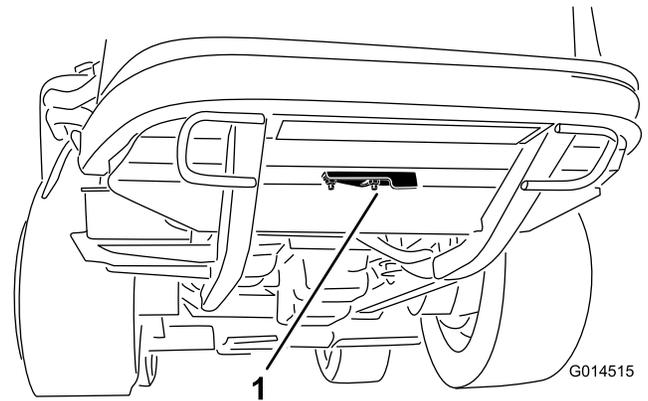

Bild 34
2. Lockern Sie die Bundmutter, die den Reinigungsdeckel an der Unterseite des Hinterrahmens befestigt (Bild 34). Drehen Sie den Deckel zur Seite, um die Reinigungsöffnung im Rahmen freizulegen.